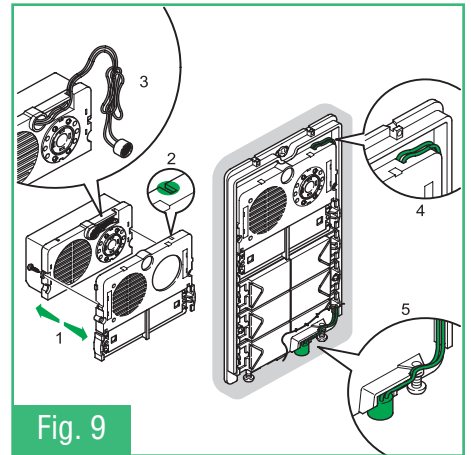

Fig. 9
- Fig. 9** Posizione alternativa del microfono
- Fig. 9** Alternative position of the microphone
- Fig. 9** Position alternative du micro
- Fig. 9** Andere positie van de microfoon
- Fig. 9** Alternative Position des Mikrofons
- Fig. 9** Posición alternativa del micrófono